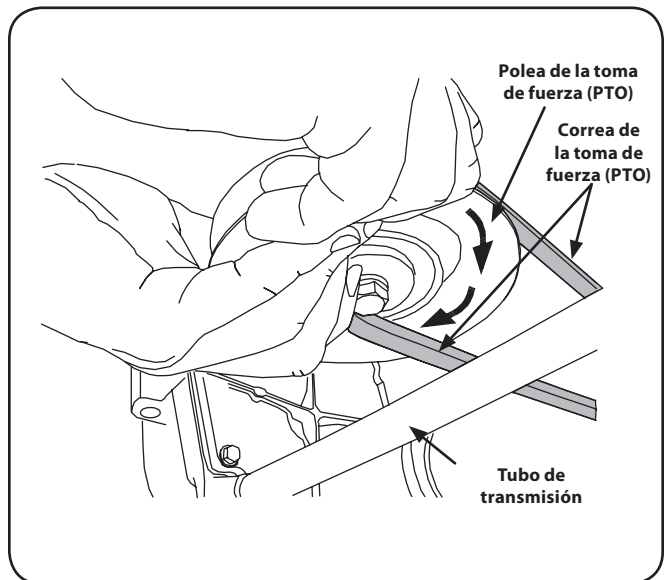

Figura 7-5
4. Mientras sostiene la correa hacia abajo, siga girando la polea de la PTO hasta que la correa se deslice fuera de la polea. Consulte la Figura 7-5.
Tire del lado derecho de la correa hacia atrás y coloque el lado V angosto de la correa en la polea de la PTO. Vea la Figura 7-5.
12. Mientras sostiene la correa y la polea juntas, rote la polea hacia la izquierda (Vea la Figura 7-5). Siga sosteniendo y rotando la polea y la correa hasta que la correa se enrolle totalmente en la polea de la PTO.